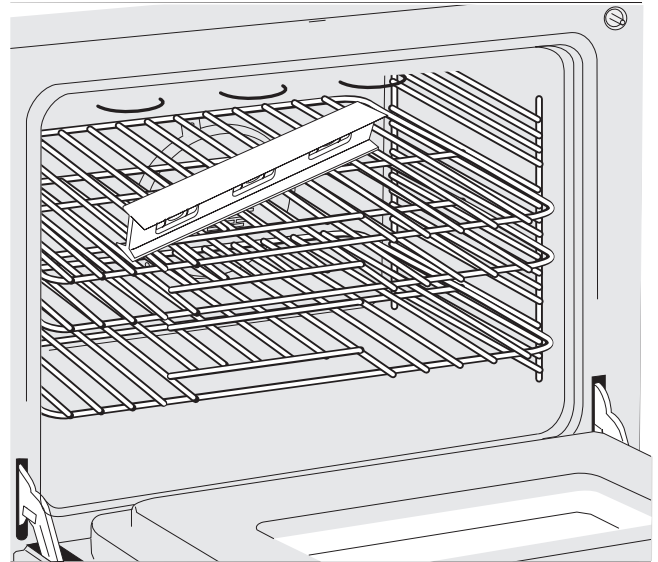

Figura 13: Utilice las parrillas del horno para nivelar el electrodoméstico
2. Coloque un nivel en la parrilla (Figura 13). Realice dos lecturas con el nivel colocado en diagonal, primero en una dirección y luego en la otra.